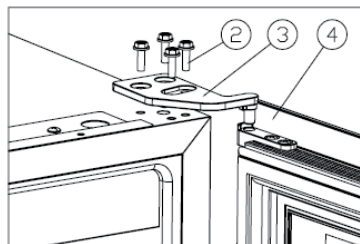

Abbildung 1
2. Lösen Sie die M5 x 16-Schrauben **(2)**, nehmen Sie das rechte obere Türscharnier **(2)** heraus und entfernen Sie die Tür (siehe Abbildung 1).